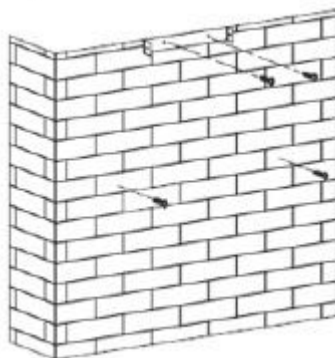
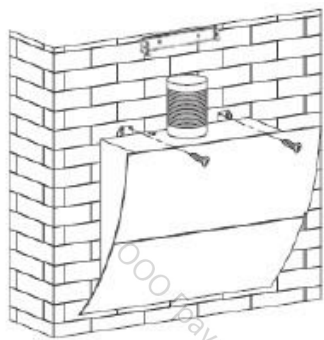

Рисунок 2
Рисунок 5
3. Используя дюбели и винты, установите кронштейны для внутреннего короба в надлежащих местах, выровняв их по вертикали и горизонтали (см. рис. 2). Кронштейн для внутреннего короба устанавливается в верхней части внутреннего короба.
4. Закрепите корпус вытяжки на стене с помощью дюбелей и винтов (см. рис. 2 и рис. 5).
7. Отрегулируйте положение вытяжки, зафиксируйте ее винтами (предохранительными винтами) (см. рис. 5).